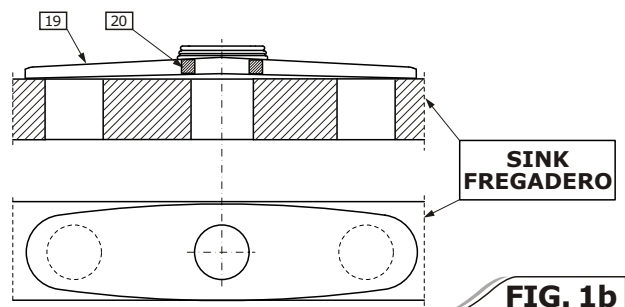

FIG. 1b
- ➔ If the sink has three holes use the 8" plate (19) (see fig. 1b). Insert the faucet into the fitting hole of the sink making sure to insert ring (17) and flexible washer (18). **The use of a deck plate is optional.** When installing the faucet without the deck plate on non-metal sinks please take care not to overtighten it to avoid cracking the sink.
- ➔ Insert the rubber washer (23), steel washer (24) on the stud bolt (21) then screw nut (22). The faucet is mounted to the sink now.
- ➔ Si el lavatorio tiene 3 agujeros use la placa de 8" (19) (vea fig. 1b). Inserte el grifo en el agujero apropiado del lavatorio cerciorándose de insertar el anillo (17) y la arandela flexible (18). **El uso de la placa de apoyo es opcional.** Instalando el grifo sin la placa en pilas que no estén hechas de metal, tengan cuidado de no sobre apretarlo para evitar que se quiebre la pila.
- ➔ Coloque la arandela de goma (23), y la arandela metálica (24) en el tornillo (21) entonces ajustar la tuerca (22). El grifo ahora está ya instalado.